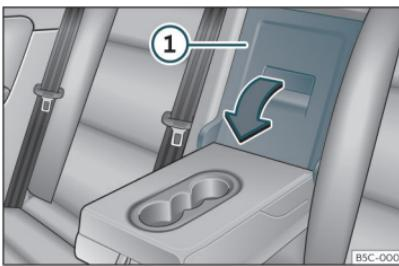

Fig. 129 En el respaldo del asiento trasero: apertura de la trampilla.
- Tire de la palanca de desbloqueo en el sentido de la flecha y abata completamente la tapa de la trampilla »» fig. 129 ① hacia delante.